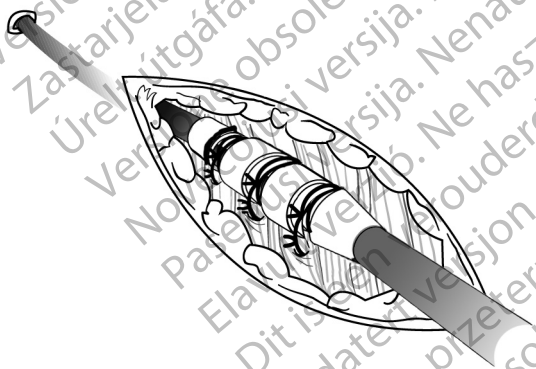

Figure 9. Exemple de manchon de suture, technique d'implantation percutanée
1. Peler la gaine du désilet et glisser le manchon de suture profondément dans les tissus (Figure 9 Exemple de manchon de suture, technique d'implantation percutanée en page 28).